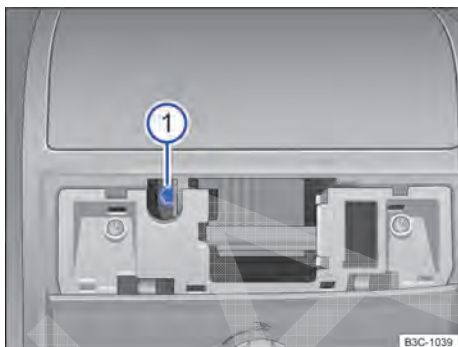

Fig. 246 Embaixo da cobertura no revestimento do teto: parafuso sextavado para fechar o teto solar panorâmico.
- Encaixar uma chave sextavada comum¹⁾ de tamanho de 4 mm no parafuso sextavado ⇒ Fig. 246 .